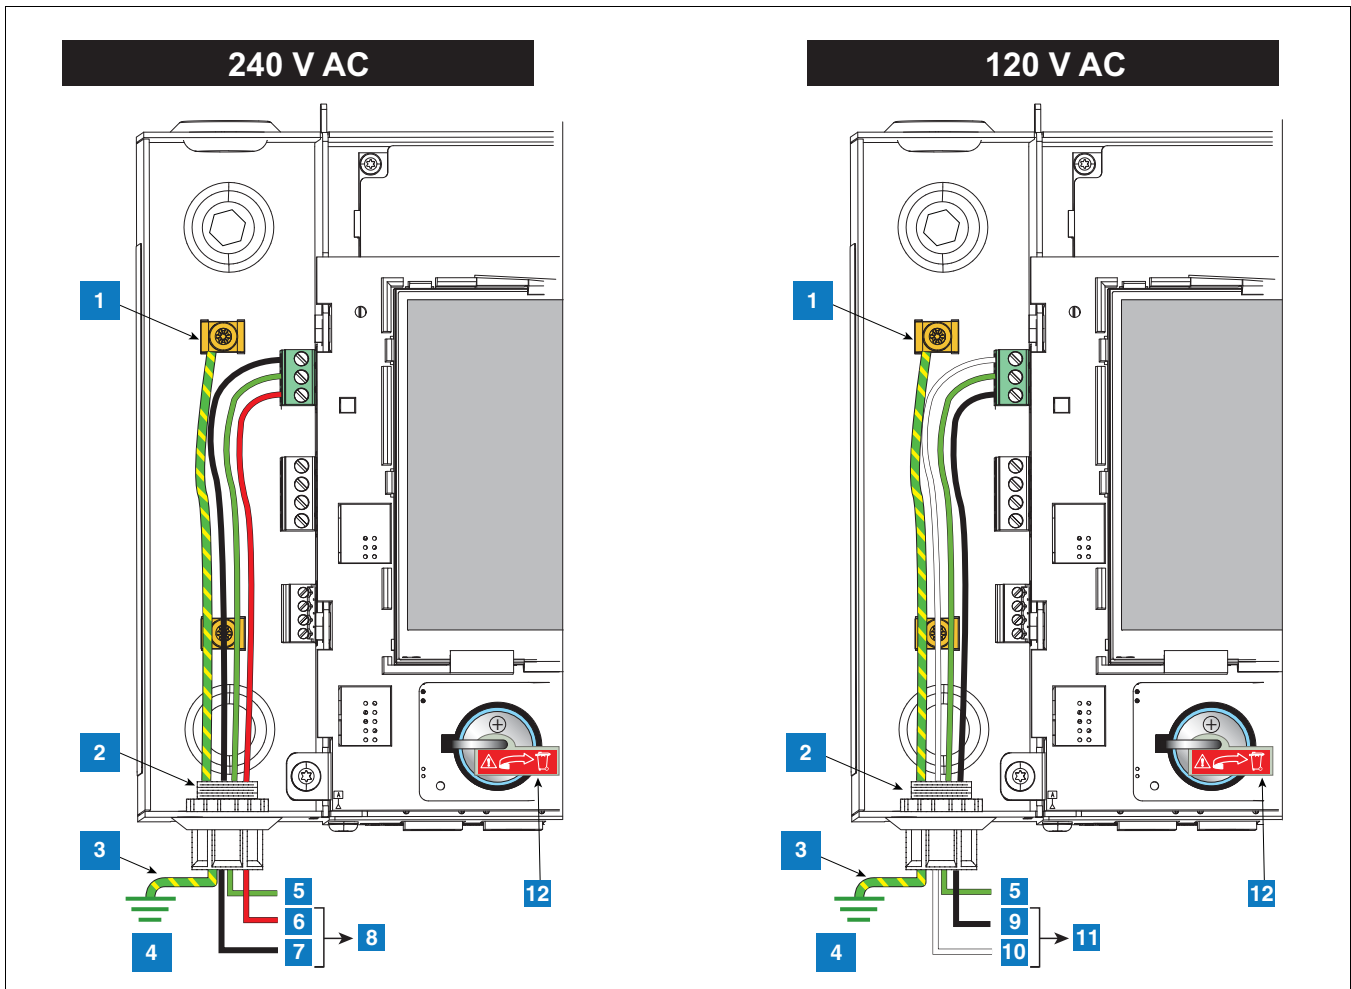

Abbildung 5. Anlegen von AC-Strom an die Konsole
- Verbinden Sie die 120 oder 240 V AC-Stromleitungen wie in Abbildung 5 gezeigt.
LEGENDE FÜR DIE ZAHLENFELDER Abbildung 5